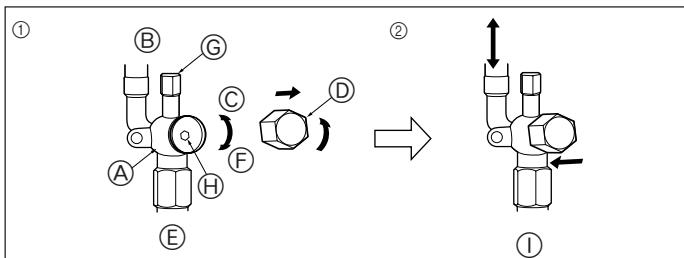

Fig. 5-6
5.5. Kapama vanasını açma yöntemi (Fig. 5-6)